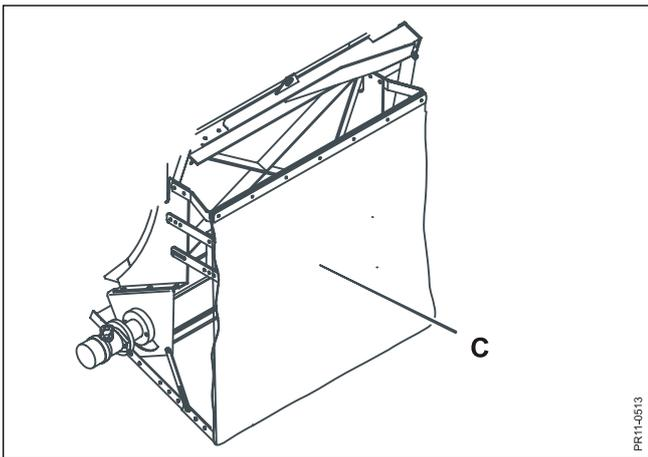

Fig. 5.7
Fig. 5.7 Das Gummituch (C) soll **immer** runter gerollt sein, wenn das Vieh in der Nähe vom Wagen in Kontakt mit dem Futterwagen kommen kann. Es bremst auch das Futter, damit es nicht weiter als beabsichtigt geworfen wird.